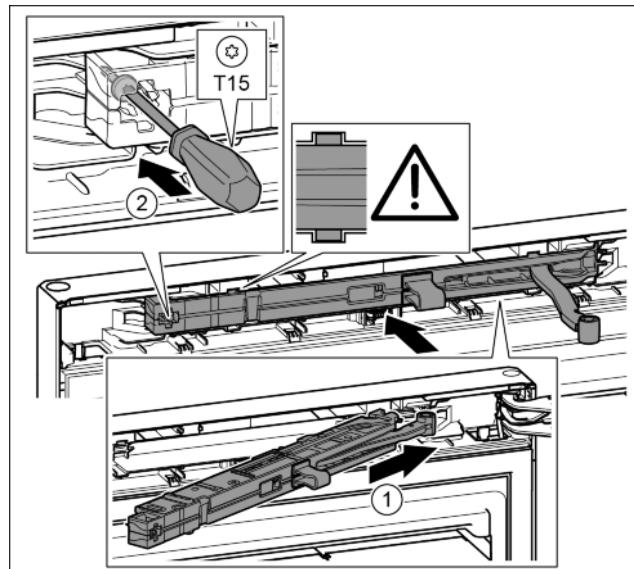

Fig. 20
- Під нахилом просуньте демпферний вузол з боку опорного кронштейна в отвір до упору. Fig. 20 (1)
- Закрутіть гвинт за допомогою викрутки T15. Fig. 20 (2)